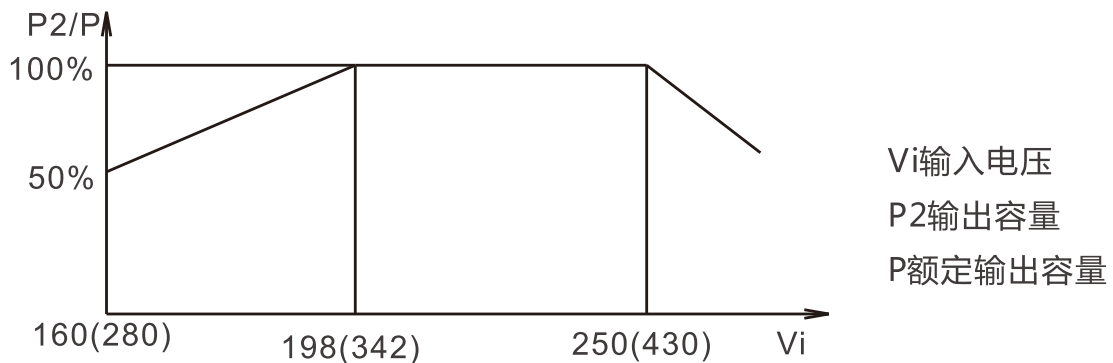

图1 输出容量曲线6
- 1、稳压器所标输出容量系为最大容量。家用电器的标称功率是指有功功率，而冰箱、空调等感性负载在启动瞬间电流很大，因此对电冰箱、空调等负载按功率乘以2.5~3倍选择稳压器的容量。如输入电压过低，就降低负载容量使用。具体可参照输出容量曲线（图1）选用。
### 5.2 输出容量曲线；见图1
输出容量与输入电压的关系见图1.当单相稳压器输入电压低于198V、三相稳压器输入电压低于342V或相电压低于198V时，产品的输出容量就有所降低，必须降低容量使用。